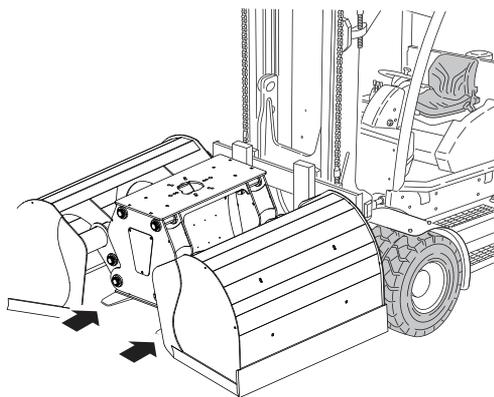

Рис. 2
**Вилочный погрузчик:** Установите вилы соответствующим образом (рис. 2).